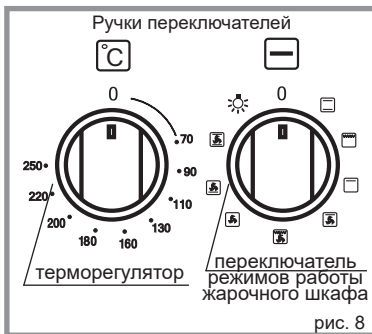

рис. 8
■ Установка рабочей температуры в жарочном шкафу обеспечивается терморегулятором, который задает необходимую температуру (рис.8). Значения температур указаны на панели управления и являются ориентировочными, могут колебаться в пределах $\pm 15^{\circ}\text{C}$.
- Для включения нагревательных элементов необходимо повернуть по часовой стрелке ручку терморегулятора (рис.8) и установить выбранный температурный режим.